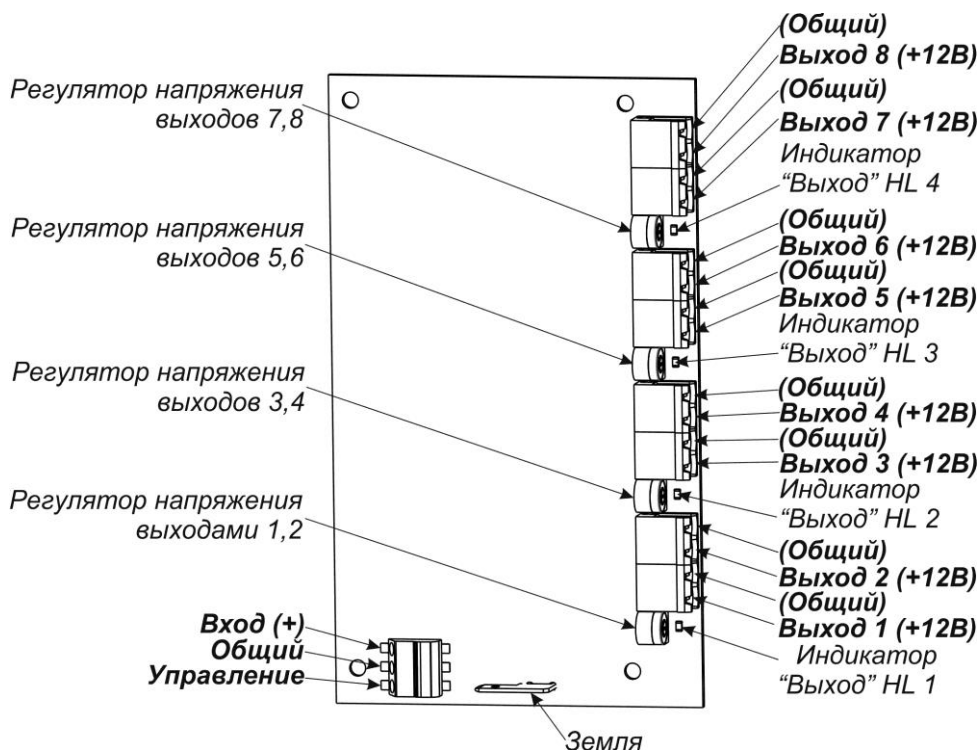

Рисунок 4 - Расположение органов коммутации, управления и индикации на плате преобразователя PN-V.8
току (КЗ), нормальный режим работы пары выходов восстанавливается автоматически. Состояние каждой пары выходов отображается светодиодными индикаторами, установленными на платах преобразователей напряжения PN-V.8 см. рисунок 4.
- подключить подводящие провода нагрузок к клеммам «ВЫХОД», «ОБЩИЙ» плат преобразователей, минусовой провод – к клемме «ОБЩИЙ», плюсовой – к клемме «ВЫХОД» (см. рисунок 4);